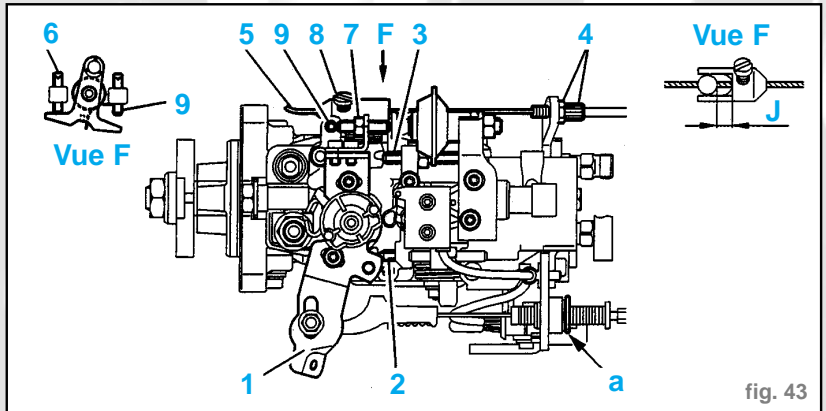

fig. 43
- Vérifier que le levier (1) est en butée sur la vis (2). (fig. 43)
- S'assurer qu'en position ralenti, le levier (1) est en appui sur la butée (3).